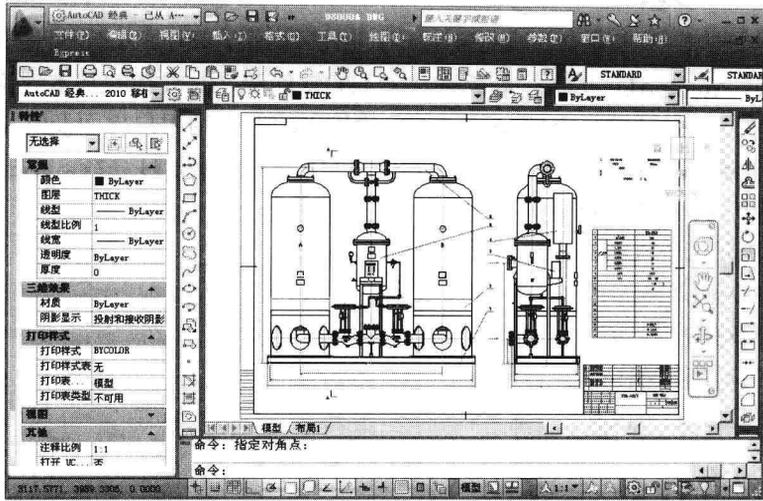

图 1-1 AutoCAD 2011 的主界面
- AutoCAD (Autodesk 公司出品): AutoCAD 最早是针对二维设计绘图开发的,在二维绘图领域该软件已经比较完善,占据主导地位。虽然 AutoCAD 还可以处理 ACIS 实体和曲面,但其三维设计中的实体造型能力不足,不能应用于数控加工等。如图 1-1 所示是 AutoCAD 2011 的主界面。